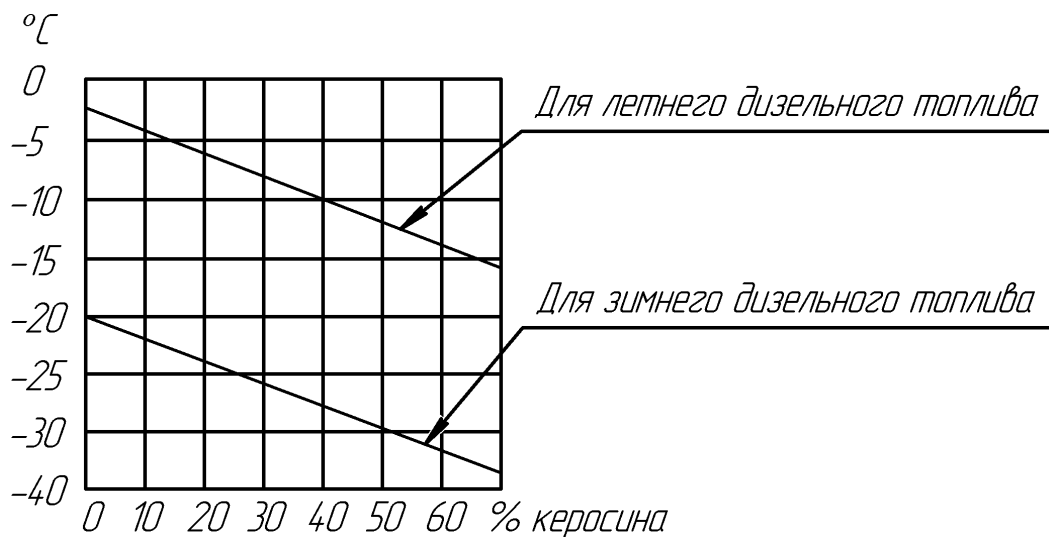

Рис. 12- Содержание керосина в смеси с дизельным топливом в зависимости от температуры окружающего воздуха
- 12.2. Надежная работа подогревателя зависит от марки применяемого топлива. Марка топлива выбирается в соответствии с ГОСТ 305-82 в зависимости от температуры окружающей среды (см. таблицу 5). Допускается применять и смеси дизельного топлива и керосина в соответствии с рис.12.